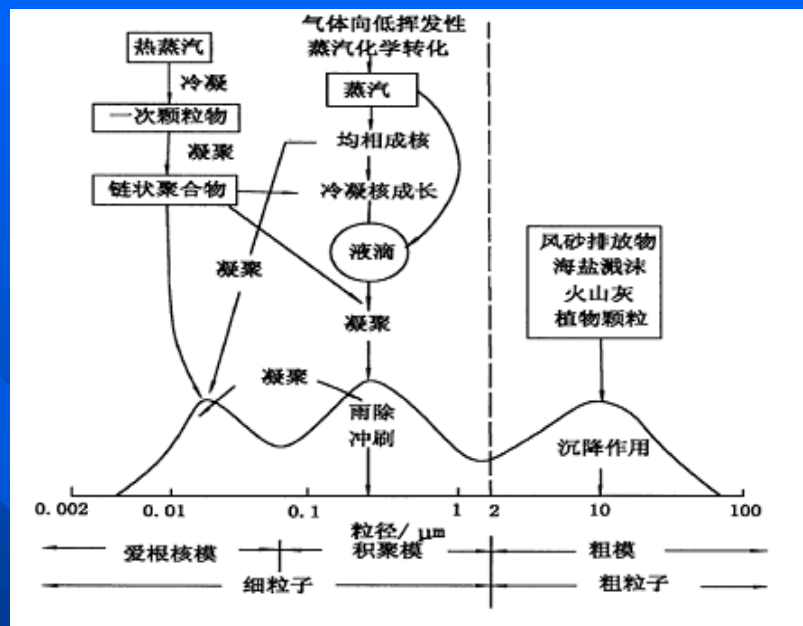

图2-19 气溶胶的粒径分布及来源和汇
- 见图2-19。图中还表示出三种大气气溶胶的表面积按粒径的分布及各个模态粒子的主要来源和去除机制。